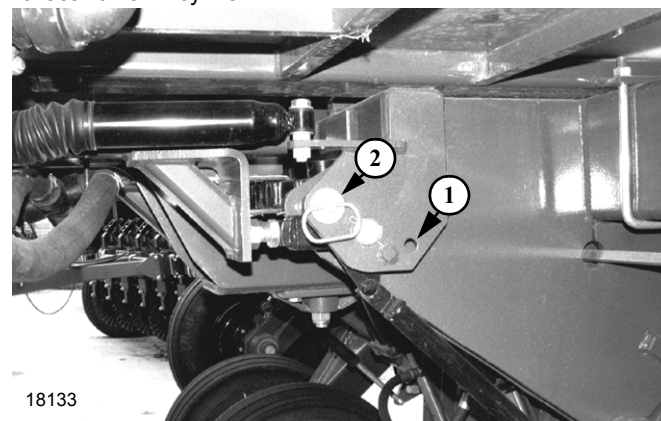

Рисунок 2-2
3. Уберите фиксирующий упор с цилиндра дышла. См. Рисунок 2-2.